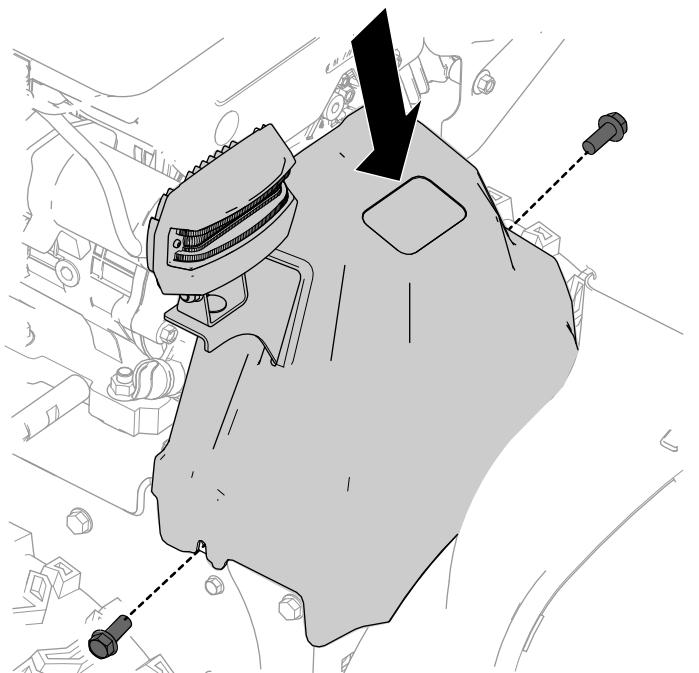

Bild 23
1. Bringen Sie die Riemenabdeckung an der Maschine an und befestigen Sie diese mit den beiden Schrauben (1/4" x 5/8") (Bild 23).